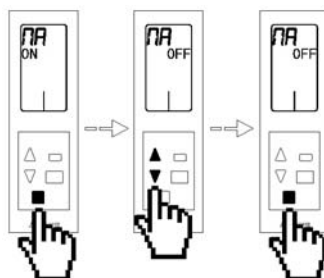

Fig. 96
- **Configuración termostato maestro $\overline{M}$:** Muestra la configuración que tiene el termostato. Si es maestro muestra **ON** y si es zona muestra **OFF**. Si desea cambiar configuración del termostato pulse el botón de confirmación $\square$, el valor del menú se pondrá a parpadear, esto indica que estamos dentro del menú. Seleccione la opción deseada mediante las flechas $\Delta \nabla$ y pulse el botón de confirmación $\square$. Si desea salir del menú pulse el botón salir $\square$ para volver al menú anterior. (Fig. 96)